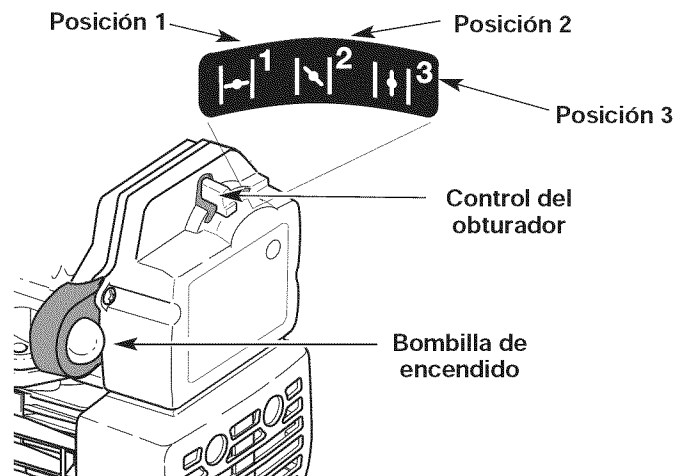

Fig. 7
4. Oprima completamente el cebador y suéltelo 10 veces. Hágalo lentamente. Se deberá ver un poco de **combustible en el cebador** y en las tuberías de alimentación de combustible (Fig. 7). Si no puede ver el combustible en el cebador, oprímalo y suéltelo tantas veces como sea necesario hasta que vea combustible en el mismo.